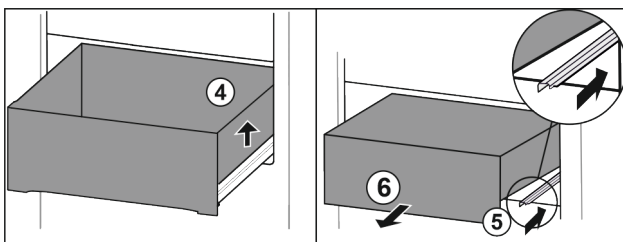

Fig. 83
- ▶ Lade rechts optillen. Fig. 83 (4)
- ▶ Rechter rail erin schuiven. Fig. 83 (5)
- ▶ Lade naar voren toe verwijderen. Fig. 83 (6)